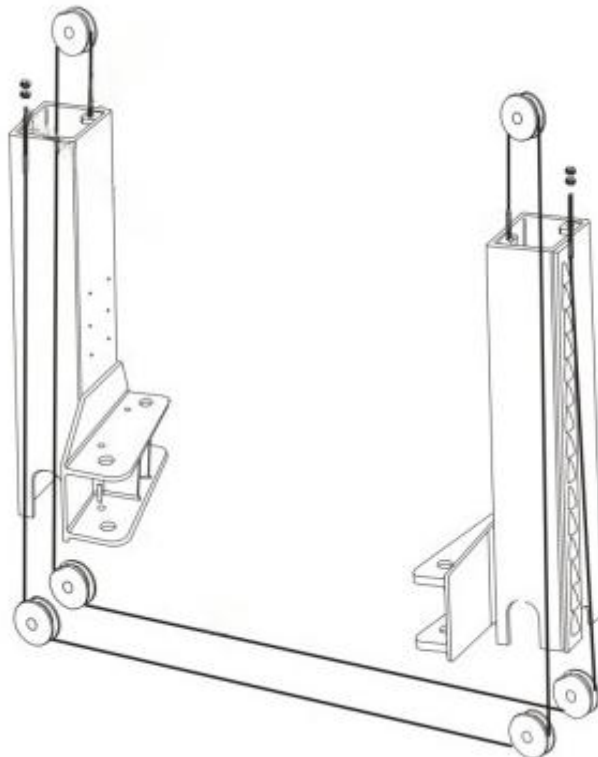

Bild 8: Stahlseil-Umlenkrollenblock
7.6 Einbau der Ausgleichsseile bei in erster Verriegelungsstufe eingerasteten Laufwagen, Seilverlauf nach Bild8. Muttern zunächst lose, Spannung erst bei Synchronisierung einstellen; Einzelgewinde jedes Seils festziehen, beide